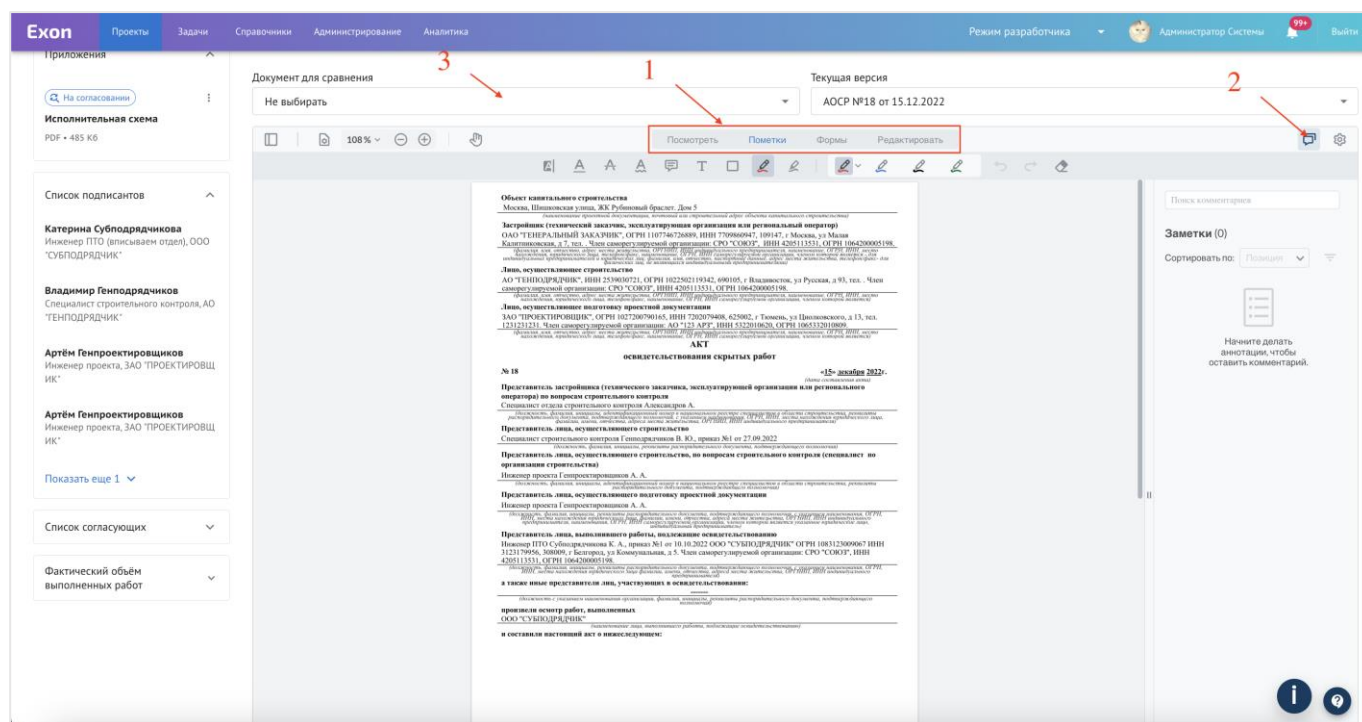

Рис. 70 – Выставление замечаний к акту
3. В процессе рассмотрения и согласования акта, есть возможность оставлять текстовые (1) и графические (2) замечания (разные способы выделения текста (зачеркивание, подчеркивание), рисование форм и штампов, а также ручное
замечание на акте. Все это возможно делать в разных цветах). Также можно сравнить акт (3), например, с его предыдущей версией, в случае если их несколько (рис. 70);